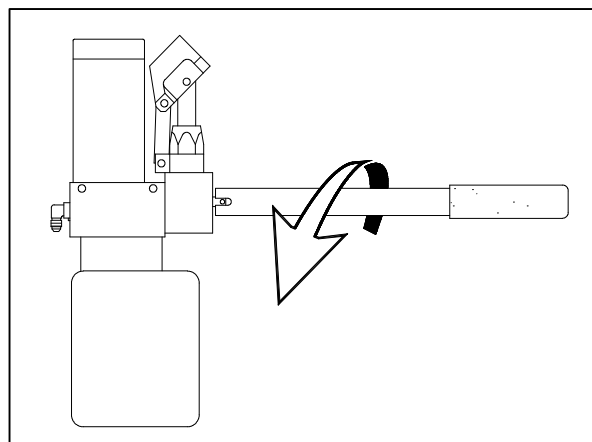

FIGURA 11: ESTENDER/DESCER A PLATAFORMA
- 3) Consulte a **Figura 11**. Gire a alavanca 1/4 de volta NO SENTIDO ANTI-HORÁRIO para começar a estender a plataforma. Quando a plataforma alcançar o nível do piso do veículo, gire a alavanca NO SENTIDO HORÁRIO para fechar a válvula. NÃO APERTE EXCESSIVAMENTE A VÁLVULA. Não desça a plataforma abaixo do nível do piso do veículo. A parte traseira do batente interior deverá pousar completamente no piso do veículo.